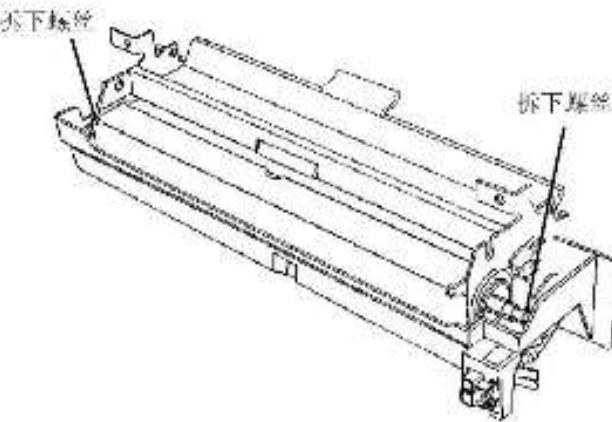

图 1 拆卸螺栓(2)
如果抓住定影器组件烫的部分则有可能灼伤皮肤。要是必须拆凸热的定影器组件，如图 1 所示，抓住黑色塑料框架部分。
3. 拆下螺栓(2)(图 1)。